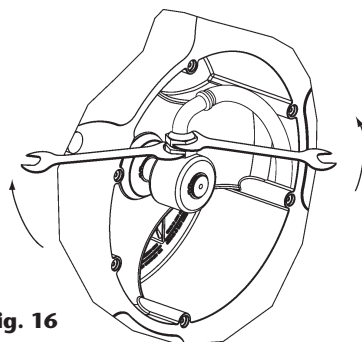

Fig. 16
2. Con dos llaves, afloje la manguera de la rótula (fig. 16).